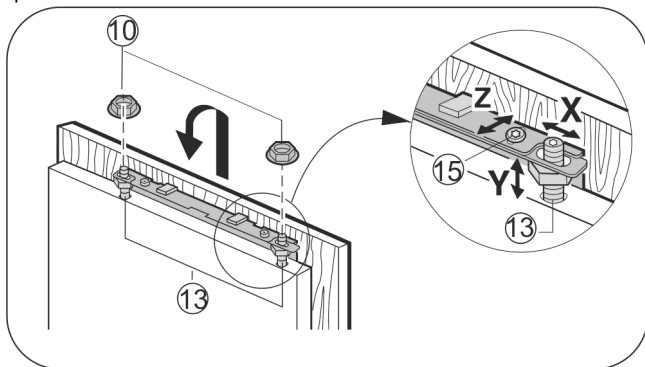

Fig. 19
- ▶ Agățați ușa mobilierului pe bolțurile de reglare Fig. 19 (13) și înșurubați provizoriu contrapiulițele Fig. 19 (10) pe bolțurile de reglare.
- ▶ Ajustați înălțimea Y și înclinarea laterală a ușii mobilierului: Reglați bolțurile de reglare Fig. 19 (13) cu ajutorul unei șurubelnițe.
- ▶ Strângeți contrapiulițele Fig. 19 (10).